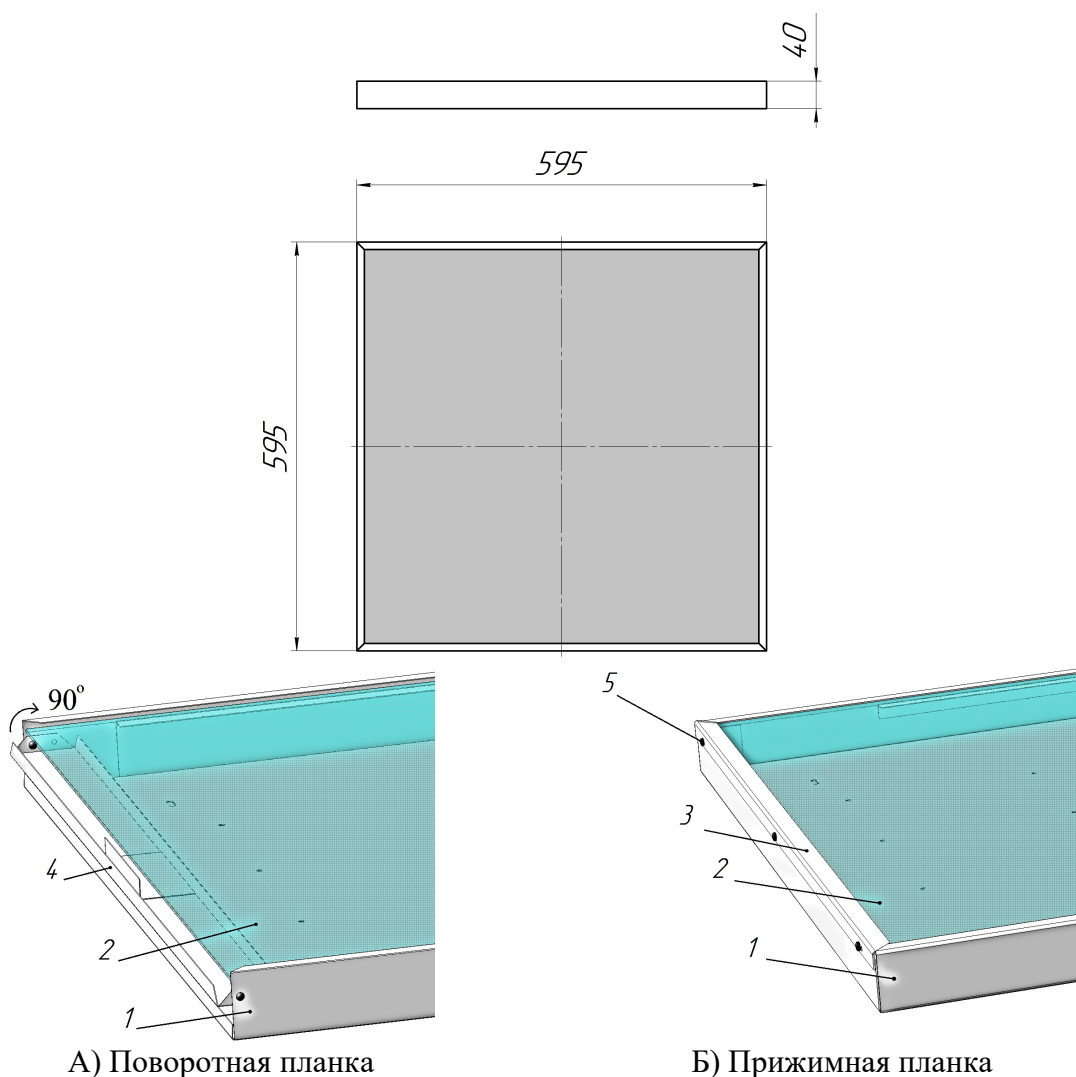

Рисунок 1.
1.4.1 Светильник состоит (см. Рис.1) из корпуса, изготовленного из металла, который является несущим элементом светильника, защитного призматического стекла, светодиодных полупроводниковых модулей, источника питания, блока аварийного питания, аккумуляторной батареи и контактного устройства